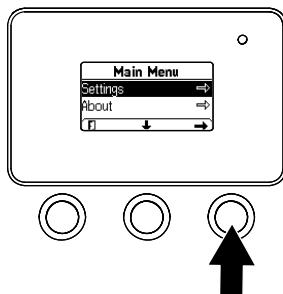

Bild 13
1. Scrollen Sie im HAUPTMENÜ mit der mittleren Taste nach unten auf das Menü EINSTELLUNGEN und drücken Sie die rechte Taste (Bild 13).